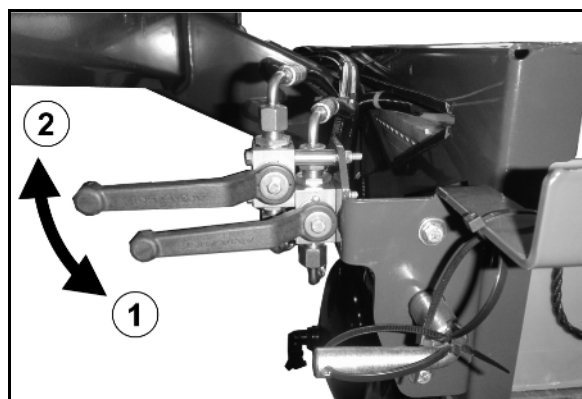

Fig. 27
- Åpne stengeventiler på hydraulikkblokken (Fig. 27/1).
- Steng stengeventilene (Fig. 27/2):